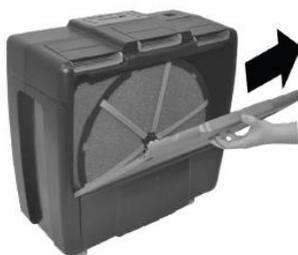

Рис. 14
2. Снимите переднюю крышку (рис. 14).